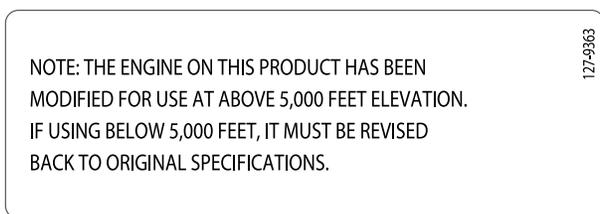

Figura 3
**Importante:** Se estiver a utilizar uma máquina acima dos 1500 m durante um período continuado, certifique-se de que foi instalado um kit de altitude elevada para que o motor cumpra as regulações de emissões CARB/EPA. O kit de altitude elevada aumenta o desempenho do motor, evitando a sujidade das velas de ignição, arranque difícil e aumento de emissões. Assim que tiver instalado o kit, coloque a etiqueta de altitude elevada junto do autocolante de número de série na máquina. Contacte o seu distribuidor autorizado Toro para obter o kit de altitude elevada e etiqueta de altitude elevada adequados para a sua máquina. Para encontrar um distribuidor perto de si, acesse ao nosso website em [www.Toro.com](http://www.Toro.com) ou contacte o Departamento de apoio ao cliente da Toro (Toro Customer Care Department) nos números indicados na nossa declaração de garantia de controlo de emissões. Retire o kit do motor e volte a colocar o motor na sua configuração de fábrica original quando trabalhar abaixo dos 1500 m. Não opere um motor que tenha sido convertido para altitude elevada em altitudes mais baixas, caso contrário pode sobreaquecer e danificar o motor. Se não tiver a certeza se o seu motor foi convertido ou não para utilização em altitude elevada, procure a etiqueta seguinte (Figura 3).